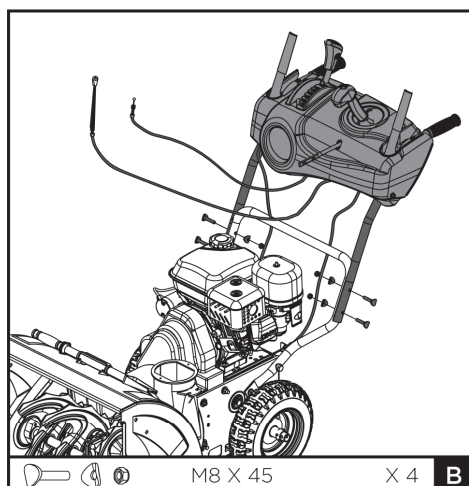

рис. 3
- совместите отверстия в нижней части с отверстиями в верхней части панели управления, закрепите и затяните четыре винта (по два с левой и правой стороны) (рис.3)